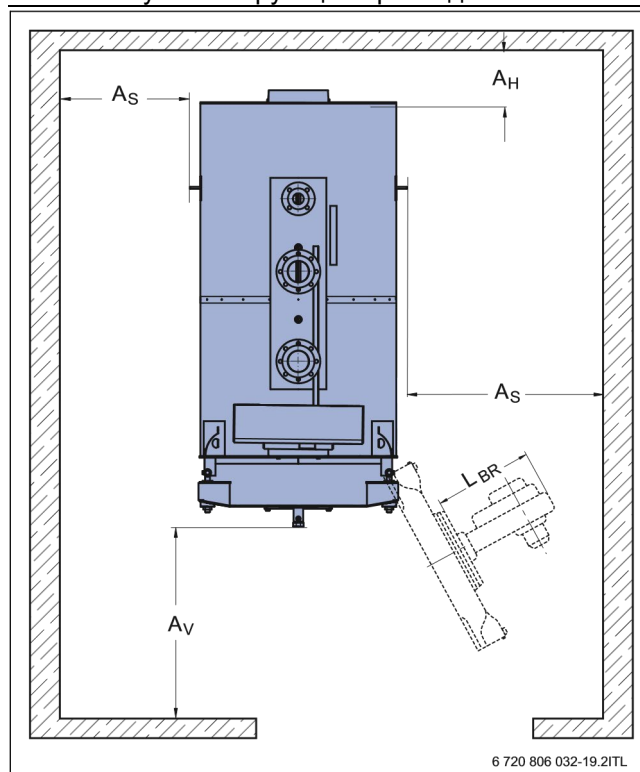

Рисунок 8 Помещение для установки котла (размеры в мм)
- ▶ Уложите трубы (→Рисунок 8, [2]).